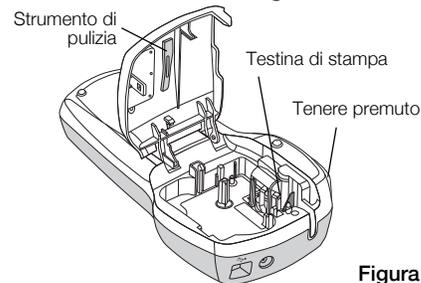

Figura 7
- 2 Tenere premuto il pulsante della taglierina per esporre la lama. Vedere la Figura 7.
- 3 Pulire delicatamente la testina di stampa con il lato morbido dell'utensile. Vedere la Figura 7.